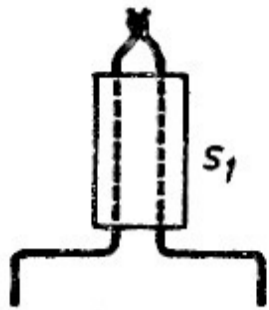

Abb. 8
7. Die Siebdrossel S 1 wird gemäß Abb. 8 selbst hergestellt. Stecken Sie dazu zwei kurze Enden blanken Montagedraht durch die Löcher der Ferritperle S 1. Drehen Sie die Drähte auf der einen Seite zusammen, und verlöten Sie sie 3 mm über der Perle. Auf der anderen Seite werden die Drähte auseinandergebogen, in die entsprechenden Löcher der gedruckten Schaltung gesteckt und auf der Kupferbahnenseite verlötet.